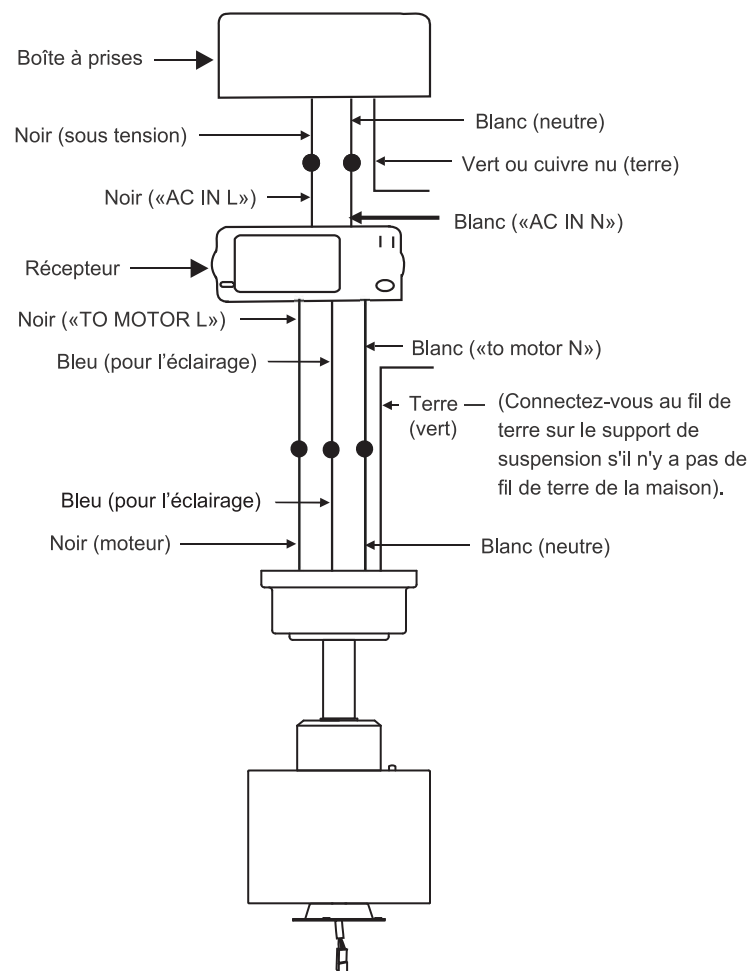

Fig. 14
Étape 2. Connexions électriques entre le moteur et le récepteur : (Fig.14)
Étape 3. (Fig.14) Connexions entre récepteur et fils d'alimentation du domicile : Connectez le fil noir (chaud) du plafond au fil noir marqué "AC in L" du récepteur. Connectez le fil blanc (neutre) du plafond au fil blanc marqué "AC IN N" du récepteur. Sécurisez les connexions de fils avec les connecteurs en plastique (fournis).
Étape 4. (Fig.14) Si la boîte à prises a un fil de masse (vert ou cuivre nu), le connecter aux fils de mise à la terre du ventilateur : s'il n'y a pas de fil de terre, connectez le fil de terre du support de suspension au support de montage. Sécurisez la connexion du fil avec l'écrou en plastique (fourni). Après avoir connecté les fils, séparez-les de sorte que les fils verts et blancs se trouvent sur un côté de la boîte à prises et les fils noirs et bleus de l'autre côté. Introduisez prudemment les raccordements des fils dans la boîte à prises.